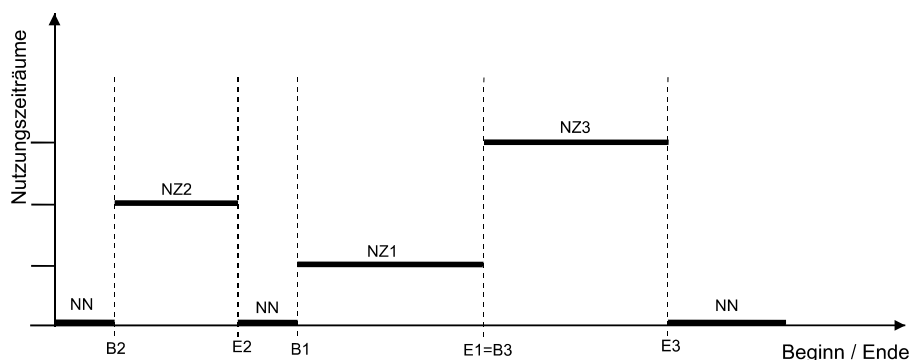

Abb. 1: Lage von Nutzungszeiträumen im Wochenprogramm
In der oberen Abbildung (Abb. 1) wird die mögliche Lage von Nutzungszeiträumen (NZ) verdeutlicht. So folgt nach dem Ende eines Nutzungszeitraumes entweder ein Nichtnutzungszeitraum (NN) oder der Beginn eines neuen Nutzungszeitraumes (s. E1=B3). Eine Überlagerung von Nutzungszeiten ist nicht möglich.